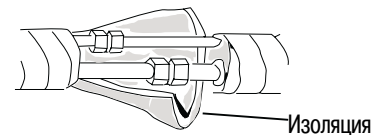

Рис. 31
5. Подсоедините трубопровод хладагента к наружному блоку. После выполнения испытания соединительной детали на плотность изолируйте ее при помощи трубного изоляционного материала (рис. 31). Также см. стр. 29 (соединение труб между внутренним и наружным блоками).
Для предотвращения потерь тепла и намочания пола в результате капания конденсата **обе трубы должны быть надлежащим образом изолированы с использованием подходящего изоляционного материала**. Толщина изоляции должна быть не менее 8 мм (рис. 31, 32).